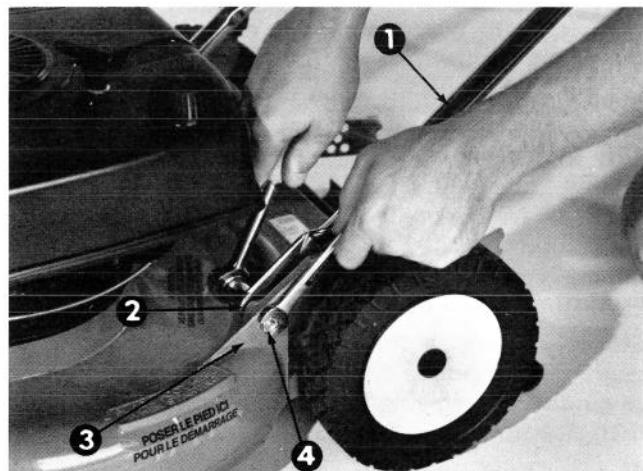

Figure 1
1. Glissez la section inférieure du guidon sur l'intérieur des trous de montage du guidon, situés à l'arrière du carter de tonte. Alignez les trous et boulonnez des deux côtés pour maintenir le guidon inférieur en place (Fig. 1).